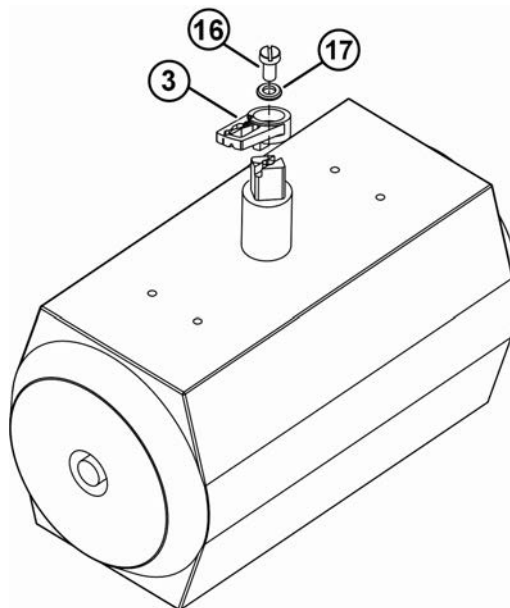

Рис. 21: Монтаж поводка на приводе
4. Рис. 21: Установить поводок (3) на выступающий конец вала привода и зафиксировать его болтом с цилиндрической головкой (16) и шайбой (17).